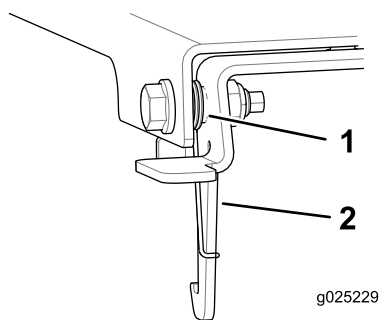

Figure 4
3. Placez le long côté du ressort derrière le verrou (Figure 4).